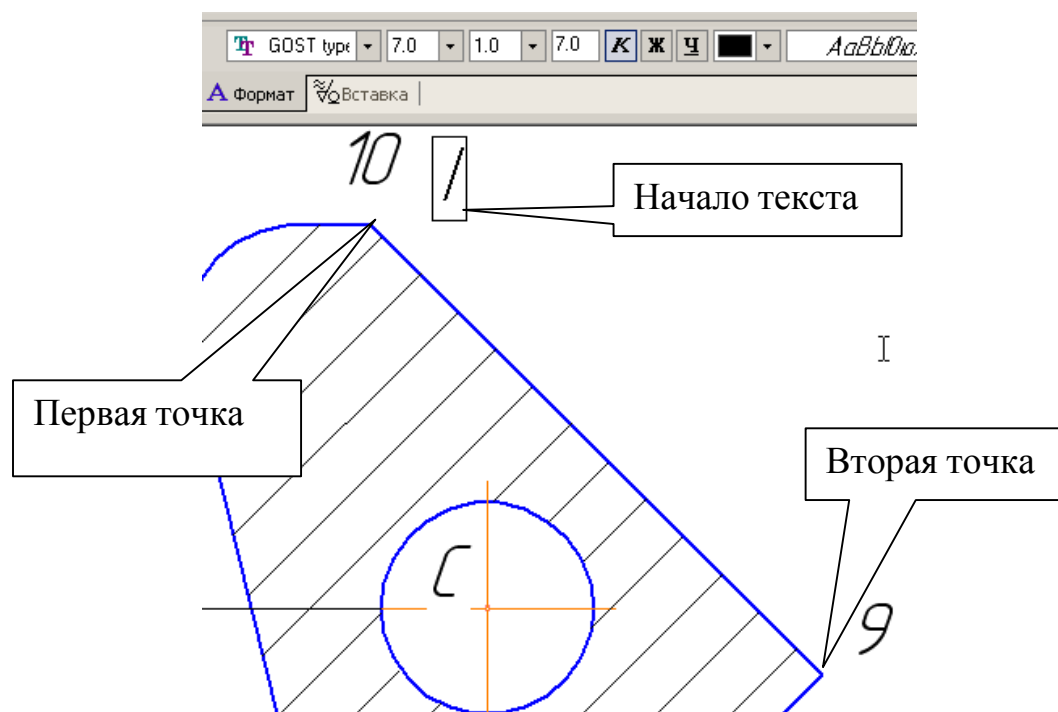

Рис. 19
- Для выполнения надписи №3, которая расположена по направлению отрезка прямой, воспользуйтесь **Геометрическим калькулятором**. Для этого поместите курсор в поле величины угла, рис. 58, нажмите **правую кнопку мыши** и выберите **По 2 точкам (с осью x)**. Укажите начальную и конечную точки отрезка, вдоль которого выполнен текст, рис. 19. Установите высоту букв 7 мм, напечатайте слово «Пластина», нажмите **Создать объект**, прервите команду.